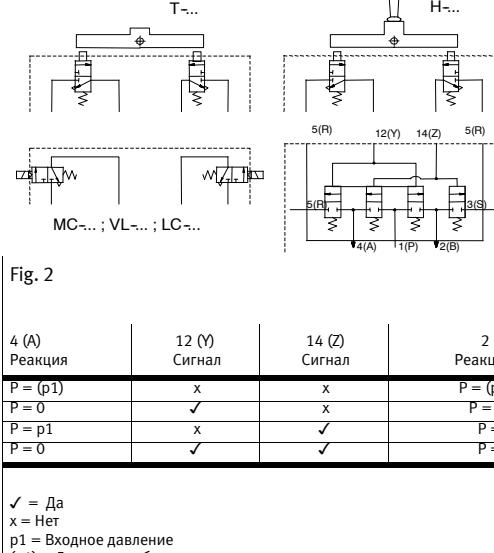

Fig. 2
- Следите за тем, чтобы распределитель эксплуатировался согласно таблице к Fig. 2. При этом в рабочие каналы 2 и 4 поочередно поступает рабочее давление (→ Fig. 5 и 6).